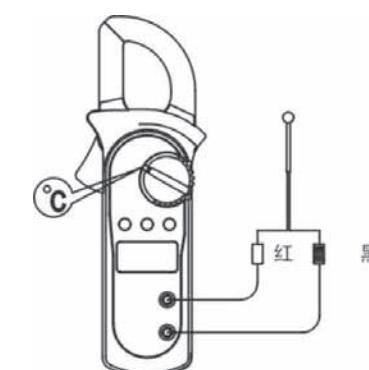

图8
- 6)温度测量 ($^{\circ}\text{C}/^{\circ}\text{F}$) (见图8)